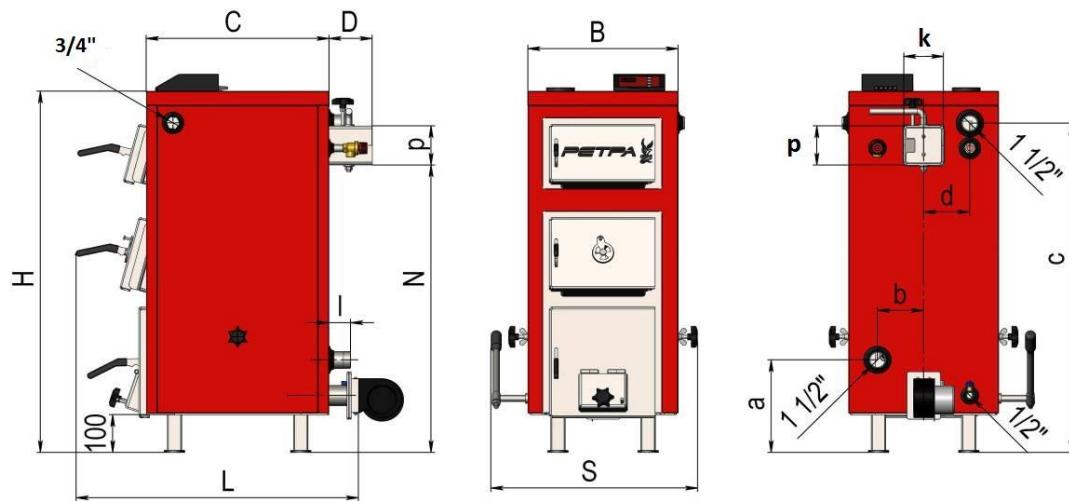

Рис.1. Габаритні та приєднувальні розміри котлів модельного ряду «Ретра-5М» та «Ретра-5М PLUS»
3.2. Габаритні та приєднувальні розміри котлів модельного ряду «Ретра-5М» та «Ретра-5М PLUS» наведені на Рис.1 та таблиці 3.